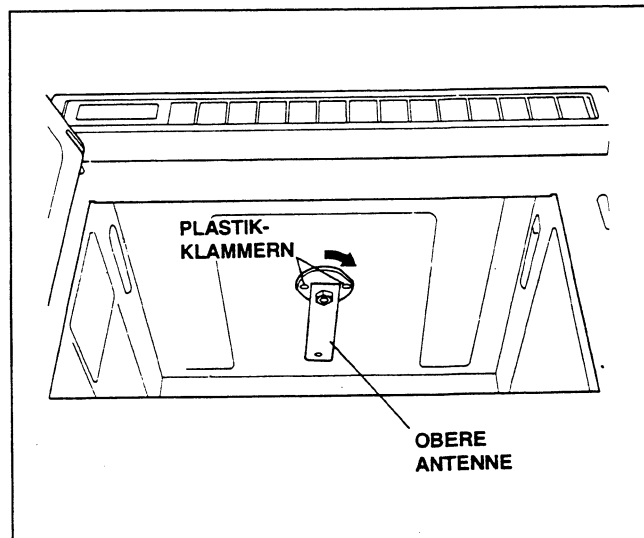

Abb. 15
- (B) Nehmen Sie die beiden Plastik-Klammern auf dem Antennen-Ring mit einem kleinen, flachen Schraubendreher o. ä. ab. Drehen Sie dann den Antennen-Ring ca. 1/8 Drehung im Uhrzeigersinn, um die Laschen auszuhaken und ziehen Sie sie heraus (Abb. 15).